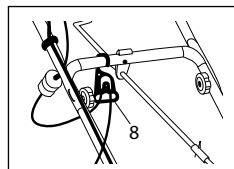

рис. 8
Закрепите шнур удлинителя в скобе (8). Подключите шнур питания снегоуборочной машины к удлинителю (рис. 8).